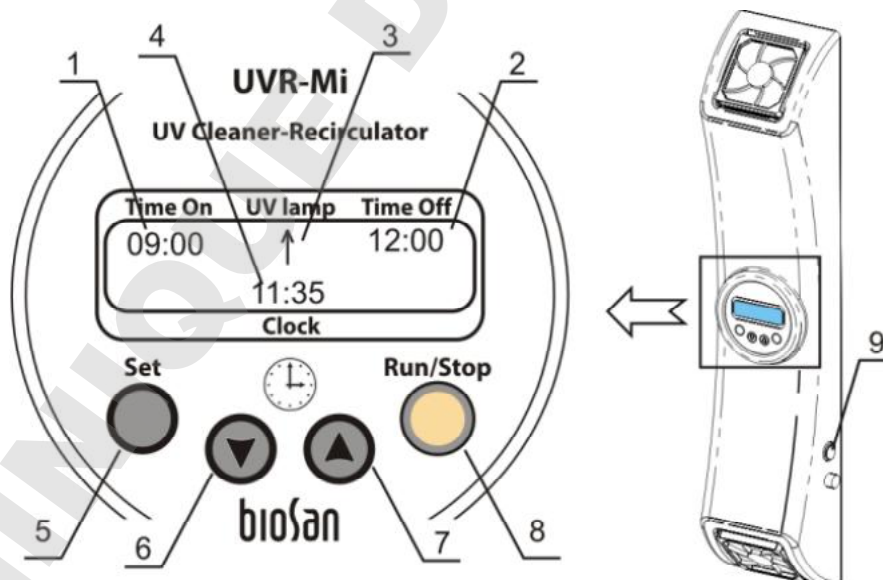

Fig.4 Panneau de configuration
- 4.2. Mettez sous tension en positionnant sur I l'interrupteur d'alimentation (fig.4/9) situé sur la face latérale de l'appareil.
- Début de la recirculation du flux d'air en mode automatique - **Time On** (fig.4/1);
- Fin de la recirculation du flux d'air en mode automatique - **Time Off** (fig.4/2);
- Indicateur de fonctionnement du recirculateur UV - **Uv lamp** (fig.4/3);
- Temps réel - **Clock** (fig.4/4).
- 4.4. Maintenez la touche **Set** (Fig. 4/5) appuyée pendant plus de 6 secondes pour activer le mode de réglage du minuteur et de l'horloge. Choisissez le paramètre **Clock** (le paramètre actif clignote; à chaque fois que vous pressez la touche **Set**, la paramètre suivant s'affiche).
- 4.5. Utilisez les touches ▲ (Fig.4/6) et ▼ (Fig.4/7) pour programmer la valeur requise (remarque: pressez la touche pendant plus de 2 s pour accroître la vitesse de modification des valeurs).
Appuyez sur la touche **Run/Stop** (fig.4/8) pour commencer ou arrêter la recirculation (l'intervalle de temps en mode automatique a priorité sur le mode manuel).
Pendant le fonctionnement du recirculateur, le symbole "↑" s'affiche sur l'écran (fig.4/3).
4.8.1. Maintenez la touche **Set** (Fig.4/5) appuyée pendant plus de 6 secondes, puis sélectionnez le paramètre **Time On** (fig.4/1) (début de la recirculation). En utilisant les touches ▲ et ▼, réglez la valeur pour le début en commençant par l'heure, puis, en appuyant sur la touche **Set**, les minutes.
4.8.2 Lorsque l'heure de début est programmée, passez au réglage du paramètre **Time Off** (Fig. 4/2) et entrez les valeurs requises de la même manière.
Attention! Si vous maintenez la touche Set (Fig 4/5) appuyée pendant plus de 10 secondes lorsque vous êtes en mode de durée de fonctionnement de la lampe, le minuteur indiquant la durée de fonctionnement de la lampe sera remis à zéro.